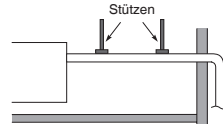

Abb. 3-65-4
- **Beim Anbringen des Ablaufrohrs an der Einheitsseite nicht mit Gewalt vorgehen. Ebenso darf das Rohr nicht ohne Abstützung von der Anschlussstelle an der Einheit herabhängen. Das Rohr daher an einer Wand, einem Rahmen oder einer anderen Stelle so nah wie möglich zum Gerät befestigen. (Abb. 3-65-4)**